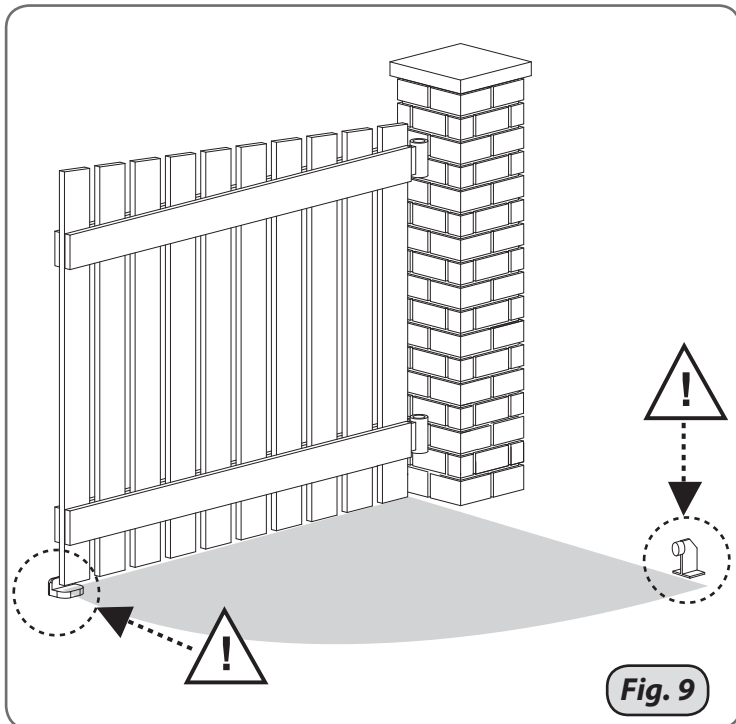

Fig. 9
1) Battuta a terra: la ditta costruttrice consiglia di utilizzare sempre le battute di apertura e chiusura a terra (fig.9)
1) Ground end stop: the manufacturer recommends always using opening and closing ground end stops (fig.9)
1) Butée au sol : l'entreprise de construction conseille de toujours utiliser les butées d'ouverture et de fermeture au sol (fig.9)
1) Bodenanschlag: der Hersteller empfiehlt grundsätzlich die Verwendung von Bodenanschlägen (Abb.9)
1) Tope de tierra: la empresa fabricante recomienda utilizar siempre topes de apertura y cierre de tierra (fig.9)
1) Aanslag aan de grond: de firma raadt u aan om altijd de aanslagen aan de grond voor het openen en sluiten te gebruiken (fig.9)